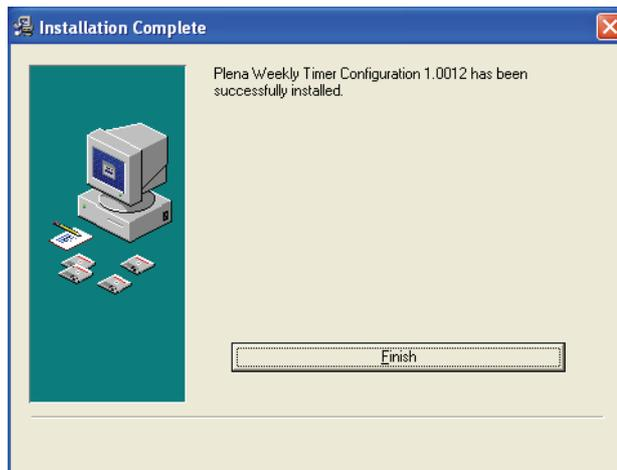

Abbildung 8.6: Installation abgeschlossen
- Warten Sie, bis die Installation abgeschlossen ist. Ein Fenster wie in Abbildung 8.6 erscheint auf dem Bildschirm.